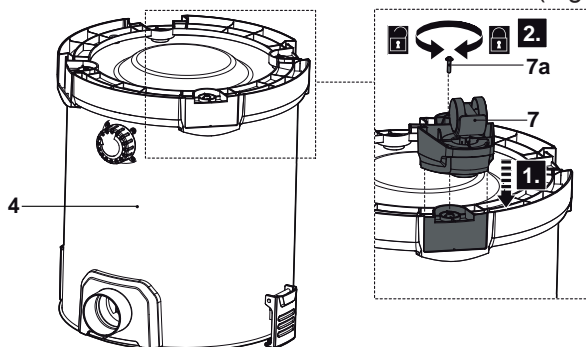

Fig. 2
- > Coloque el depósito (4) boca arriba sobre una superficie plana y estable.
- > Alinee y deslice las ruedecillas (7) por los soportes. Fije la conexión con los tornillos (7a) usando un destornillador de estrella adecuado (Fig. 2).